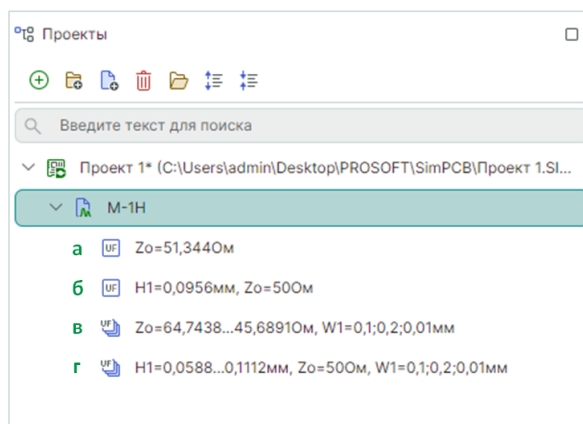

Рис. 32 Наименования расчетов для типа «Без потерь»
1. Тип расчета «Без потерь», см. Рис. 32: